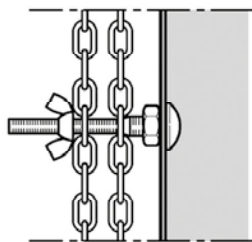

Рисунок 9
- Во избежание защемления цепи ручного управления при движении ворот, а также, чтобы не создавать помех движению людей и оборудования, нижняя часть цепи должна быть зафиксирована на высоте ~1,5 м (рис. 9).